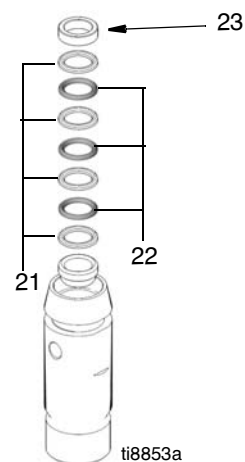

Рис. 8
8. (Рис. 8) Удалите из цилиндра уплотнения и сальники горловины. Выбросьте уплотнения и сальники горловины.